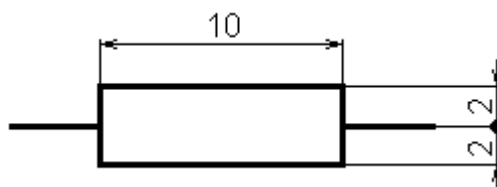

Рис. 2 УГО резистора
- 2.1 УГО резистора с обозначением размеров изображено на рис. 2.